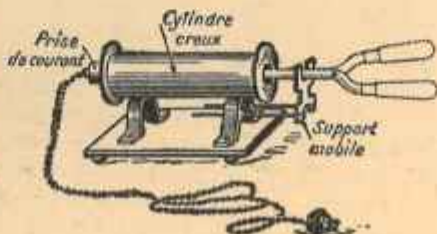

FIG. 109. — Chauffe-fer à friser.
b) Aussi préfère-t-on le plus souvent employer un fer à friser ordinaire et le chauffer électriquement au moyen d'un *chauffe-fer* (fig. 109) : c'est tout simplement un tube creux, dans la paroi duquel est logée la résistance chauffante en forme d'hélice.